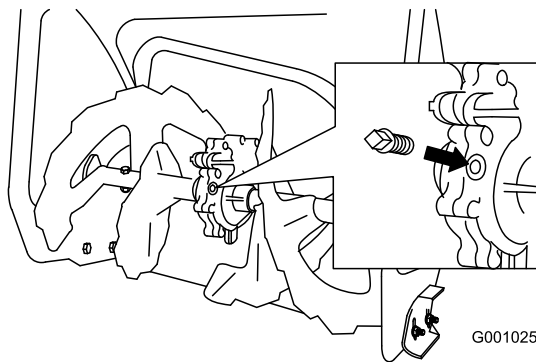

Figure 42
2. Nettoyez la surface autour du bouchon de tuyau (Figure 42).